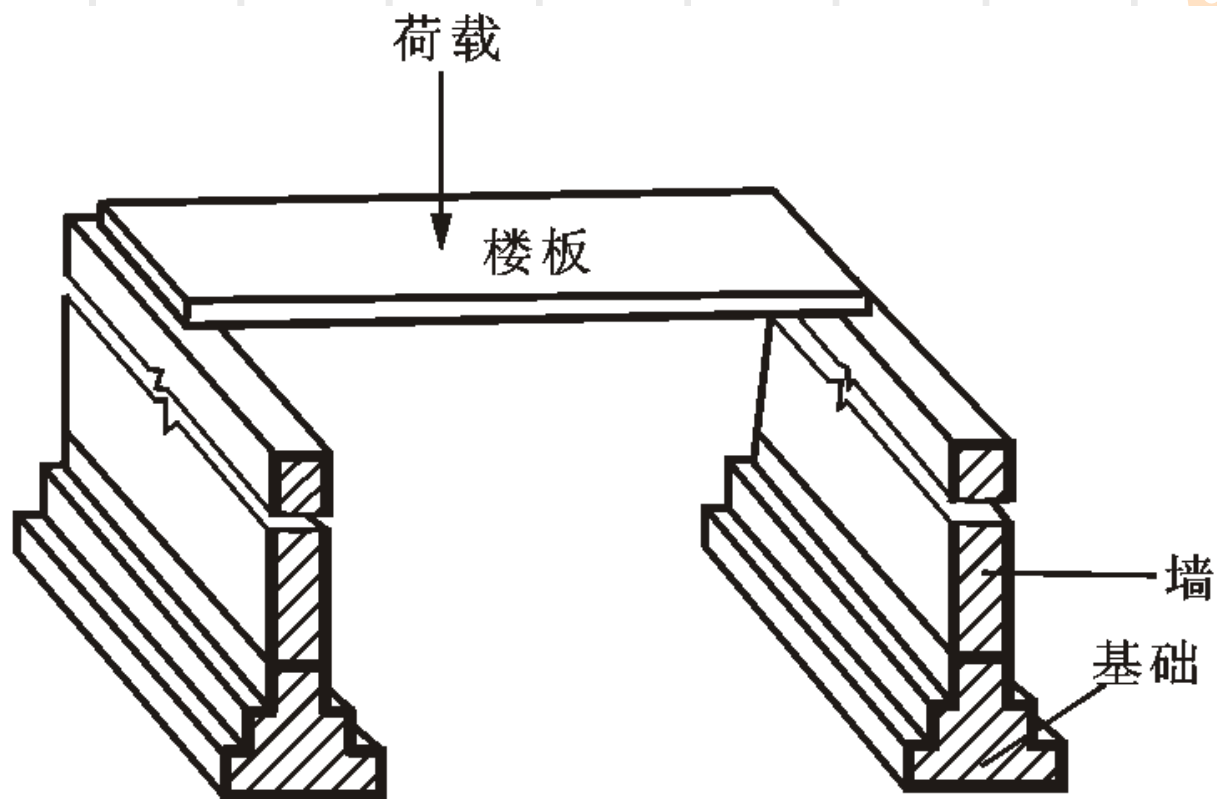

图7.1 荷载的传递过程
- 在房屋建筑结构中，结构的作用是承受重力和传递荷载，一般情况下，外力作用在楼板上，由楼板将荷载传递给墙或梁，由梁传给柱或墙，再由柱或墙传递给根底，最后由根底传递给地基，如图7.1所示。